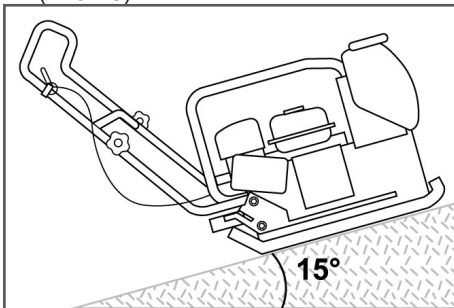

Рис. 15 Максимальный угол наклона виброплиты
10. Будьте предельно внимательны при работе на склонах. Максимальный угол наклона не должен превышать 15° (Рис. 15).